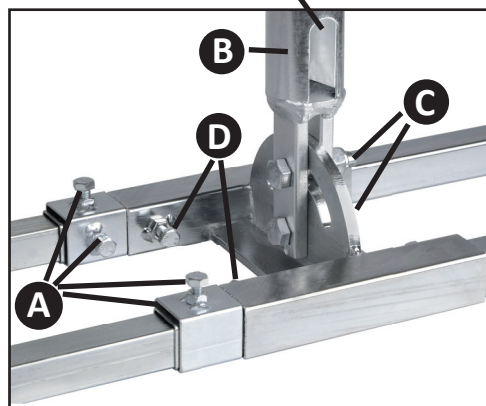

Abb.1
4. Feststellschrauben des Teleskop-Rahmens festschrauben (A – Abb.1).
5. Antennenmast (B - Abb. 1) einstecken und mit den beiliegenden Sicherungsmuttern (C - Abb. 1) leicht festschrauben.
7. Antennenmast so rechts oder links verschieben, dass der Mast durch die Dachverwahrung (z.B. Bleiziegel) passt und die Schrauben (D – Abb.1) festziehen.